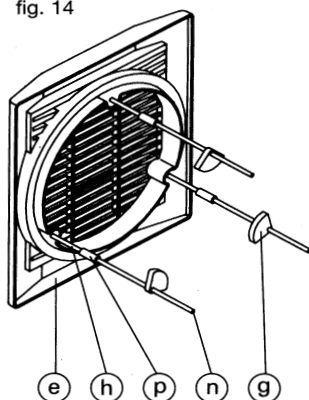

fig. 15
- Fig.15 / Рис.15 Расположите наружную решетку (e) с внешней стороны стены на сделанном отверстии. Закрепите наружную решетку (e) с внутренней стороны стены при помощи резиновых фиксаторов (g).